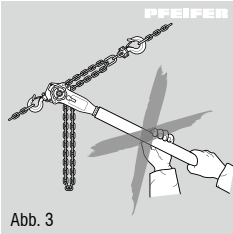

Abb. 3
- Eine Hebelverlängerung ist nicht statthaft (Abb. 3).